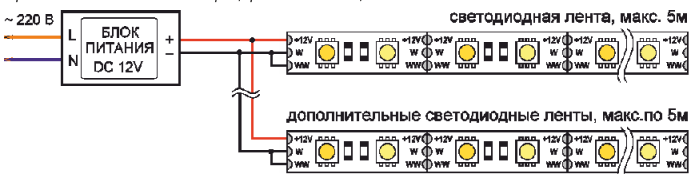
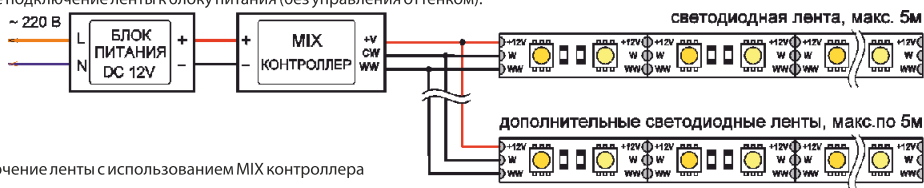

Рис.1. Прямое подключение ленты к блоку питания (без управления оттенком).
Рис.2. Подключение ленты с использованием MIX контроллера
- Проверьте совместную работу светодиодов, подключив оба канала к клемме «-» блока питания (см. Рис.1).
- Подключите ленту согласно используемой схеме (см. Рис.1 или Рис.2). Строго соблюдайте полярность +/- . Информацию о подключении и использовании MIX контроллера смотрите в документации к контроллеру.